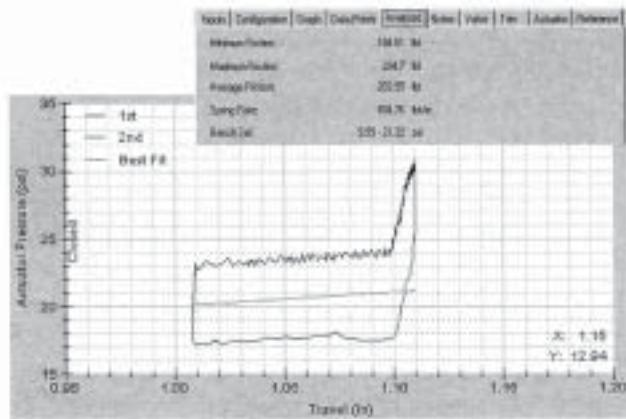

图3. 用于ESD阀门的特征性能测试和分析
3. 阀门特征性能测试—如图3所示，利用AMS ValveLink 进行的这种测试的结果可用来很容易地确定填料是否有问题（通过摩擦力数据）、至执行机构的气路是否有泄露（通过压力对行程的曲线）、阀门是否粘住、执行机构弹簧的弹性系数是多少、以及弹簧设定值范围是多少。通过与以前的测试曲线叠加比较，阀门特征性能测试也可以用来判断阀门现在的特性。这种比较可以用来判断阀门的响应是否已随着时间的推移而变差。这将有助于提高阀门的可利用程度并保证阀门对信号的正确响应。